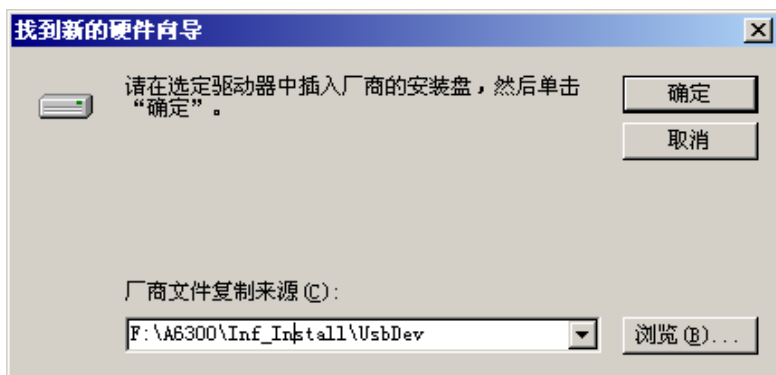

图 3-4
7. 浏览打印机驱动程序光盘并定位至“Inf_Install\UsbDev”, 如图 3-4 所示, 单击“确定”。